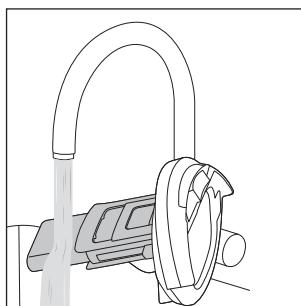

Fig. 25
- ◆ Curățați filtrul de murdărie **10**, plutitorul **8** și capacul rezervorului de apă murdară **3** sub jet de apă caldă (a se vedea fig. 25). Dacă este necesar, utilizați un detergent delicat.